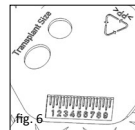
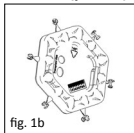

fig. 6
fig. 1b
■ **Fig. 1b/6** Las plantillas integradas en el reverso del Sizer Disk (Fig. 1b) muestran el tamaño mínimo del injerto que debe colocarse junto al tímpano (Fig. 6).
■ **Fig. 6** La escala milimétrica sirve para mediciones comparativas generales que pueden resultar útiles en el marco de una intervención quirúrgica en el oído medio. El reverso también puede utilizarse como superficie de apoyo o zona de preparación para diversas operaciones, p.ej. la manipulación o depósito intermedio del injerto.
■ **fig. 1b/6** Os gabaritos integrados no lado posterior do disco medidor (fig. 1b) mostram o tamanho mínimo do transplante necessário para o preenchimento da membrana timpânica (fig. 6).
■ **fig. 6** A escala de milímetros destina-se a realizar medições comparativas gerais, que podem ser úteis durante uma cirurgia ao ouvido médio. Por regra geral, o lado posterior também pode ser usada como superfície de apoio ou campo de preparação para diferentes processos, tal como, por exemplo, a preparação do transplante ou armazenamento intermédio.
■ **Рис.1б/6** Интегрированные шаблоны на задней части регулировочного диска (Рис. 1б) соответствуют минимальному размеру трансплантата для выравнивания барабанной перепонки (Рис. 6).
■ **Рис.6** Миллиметровая шкала используется для общих сравнительных измерений, которые могут понадобиться во время операции на среднем ухе. В сущности, задняя часть может также использоваться в качестве места для хранения или подготовительной площадки для различных процессов, например, для работы с трансплантатом или для временного хранения.